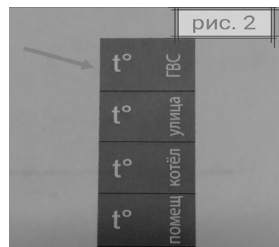

рис. 2
2. После запуска электрокотла (при наличии датчика * ГВС, который подключается на клеммную колодку автоматики управления, клемма t ГВС рис.2)